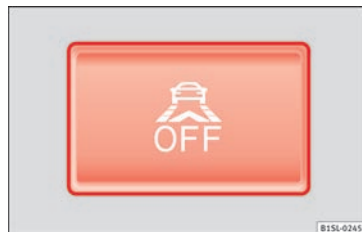

Fig. 155 Sur la partie inférieure de la console centrale : touche de la fonction d'assistance au freinage en ville.
La fonction d'assistance au freinage en ville a été activée à l'aide du bouton  OFF » fig. 155.	Le témoin s'éteint automatiquement après 5 secondes.
Dans la zone de fonctionnement de 5-30 km/h (3-19 mph) : la fonction d'assistance au freinage en ville a été désactivée à l'aide du bouton  OFF » fig. 155.	Activer la fonction d'assistance au freinage en ville à l'aide du bouton  OFF » fig. 155.
- Appuyez sur la touche » fig. 155 de la console centrale.